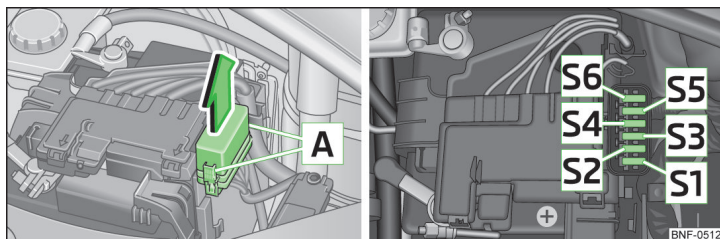

Fig. 125 Tapa de la caja de fusibles/fusibles
Los fusibles se encuentran debajo de una tapa junto a la batería del vehículo » fig. 125.
- Presione al mismo tiempo las teclas de enclavamiento de la tapa **A** » fig. 125.